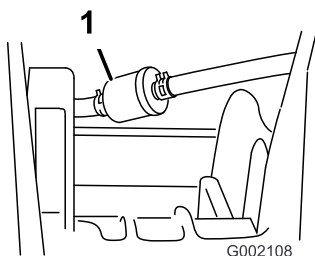

Figura 37
5. Retire las abrazaderas que sujetan el filtro de combustible a los tubos de combustible (Figura 37).